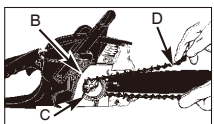

Fig. 4B
2. Lägg kedjan runt drivhjulet (B) bakom kopplingen (C). Se till att länkarna passar mellan kugghjulets tänder (Fig. 4B).
3. För in drivlänkarna i spåret (D) och runt sågsvärdets ände (Fig. 4B).